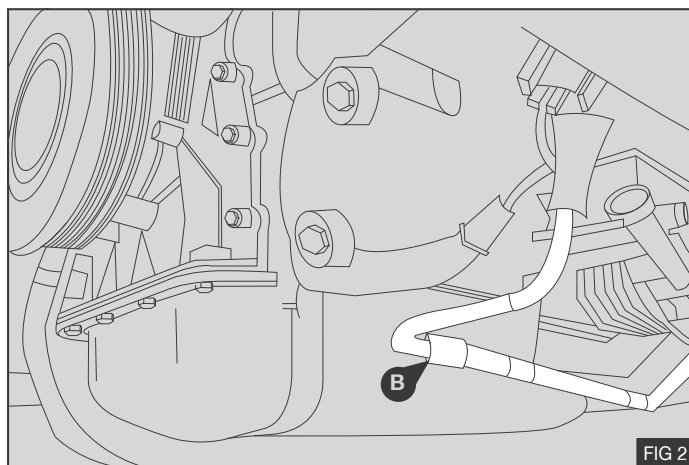

FIG 2
2. Dévissez le clip du flexible de servodirection (B) . Faites glisser le flexible de servodirection pour laisser assez d'espace et accéder au manifold du compresseur (le cas échéant). - Fig 2.
**Remarque:** Ne resserrez pas le clip du flexible de servodirection (B) tant que le compresseur n'a pas été installé - Fig 2.